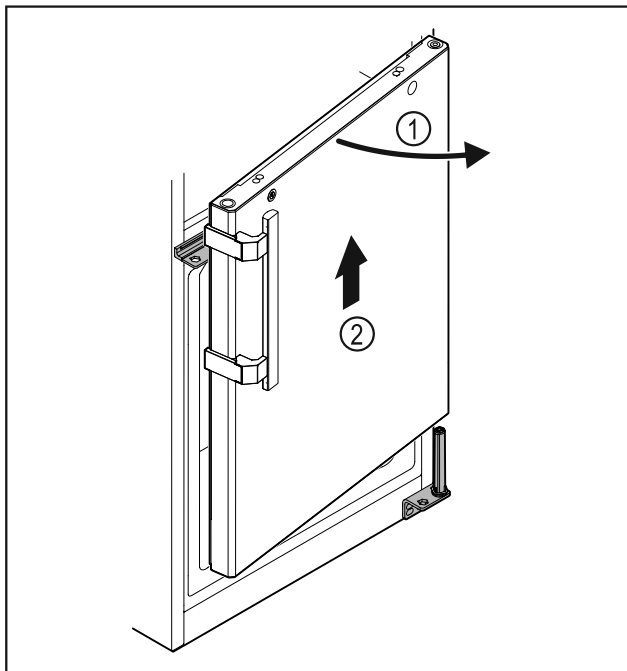

Fig. 27
- ▶ Az ajtót Fig. 27 (1) kissé nyissa ki, emelje meg felfelé kb. 200 mm-rel, majd vegye le Fig. 27 (2).